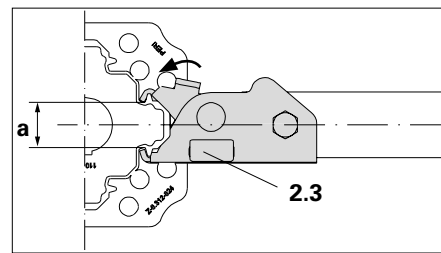

Fig. A2.05
2. Engager la connexion à coin dans les rainures du profil des tubes MP. (Fig. A2.05)
→ Le cadre est fixé sur l'étau(Fig. A2.05)
- Pour une connexion solide au fut extérieur ou intérieur avec l'ouverture de la mâchoire variante "a", deux rangées de coins sont intégrées dans le coin (2.3) elle-même (Fig. A2.05 Ouverture de la mâchoire "a")